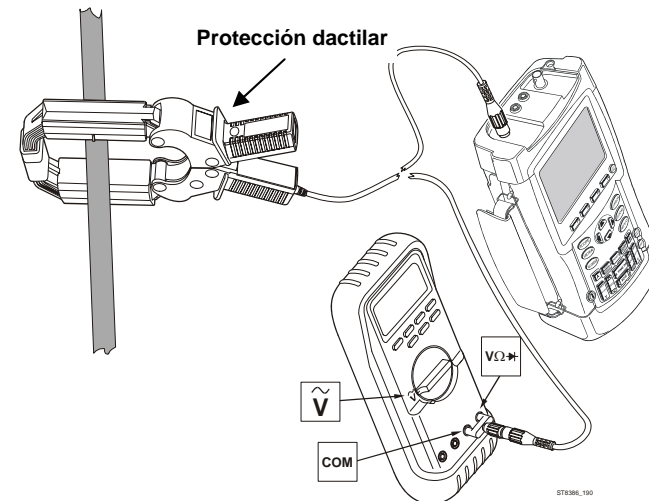

Figura 8. Configuración de medida
1. Conecte la sonda amperimétrica i3000s a la entrada deseada del instrumento de medida. Cuando se utilice un multímetro, use el adaptador doble clavija banana a BNC (PM9081/001) para conectar la sonda amperimétrica a la entrada (consulte la figura 8).